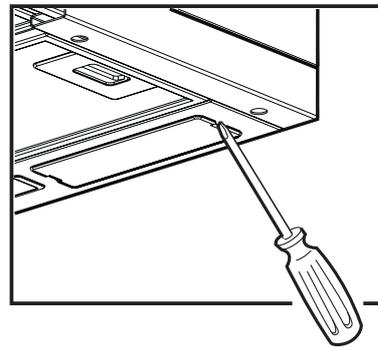

Fig. 2
3. Fixez la hotte à la partie avant au moyen de deux vis (**Fig. 2** - une par côté).
2. Dégagez le plafonnier à l'aide d'un tournevis normal ou de tout autre outil semblable permettant de faire levier (Fig. 2).